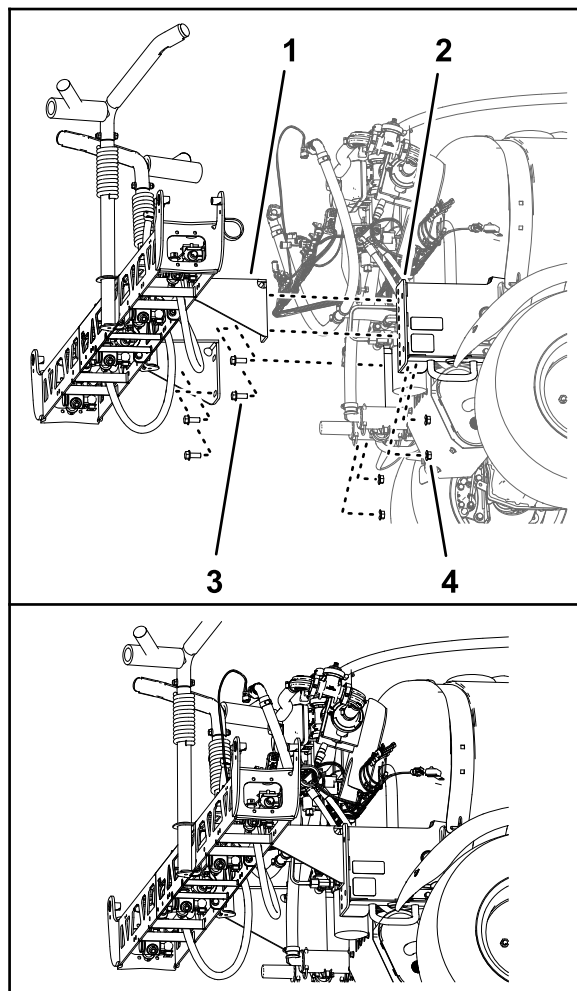

图 94
1. 使用具备指定提升能力的提升设备提起中间喷洒段将其支撑托架中的孔图 94 与在拆卸中间喷洒段 (页码 21) 的步骤 3 中确定的机器机架安装板中的孔对齐。
2. 使用在拆卸中间喷洒段 (页码 21) 的步骤 4 中卸下的 4 个凸缘头螺栓 $\frac{1}{2} \times 1\frac{1}{4}$ 英寸和 4 个凸缘锁紧螺母 $\frac{1}{2}$ 英寸将中间喷洒段安装到安装槽图 94。